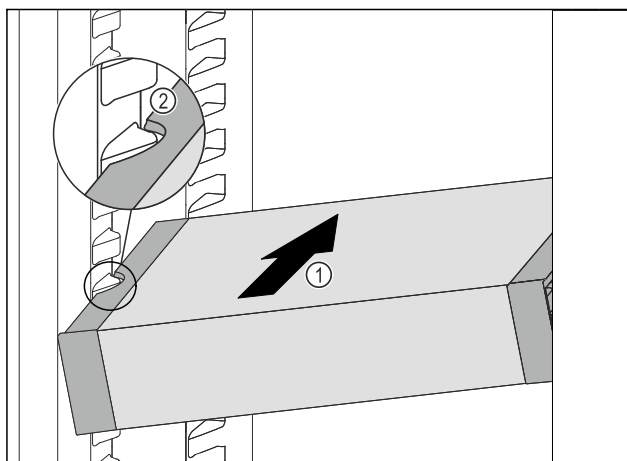

Fig. 107
- Вкарайте VarioSafe под ъгъл в хладилната част Fig. 107 (1), докато страничните прорези Fig. 107 (2) на VarioSafe се намират на височината на ребро на съда в хладилната част.